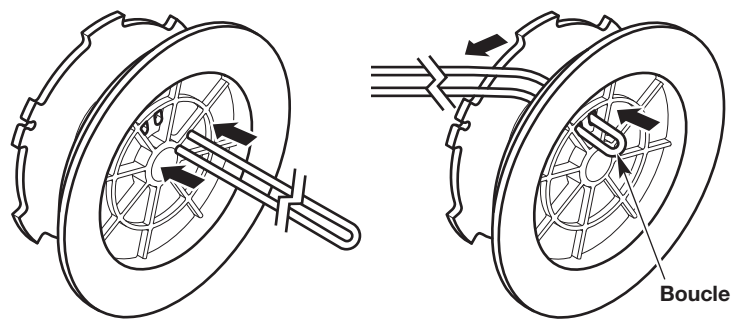

Fig. 29
2. Insérez les deux extrémités du fil de coupe à travers les deux ouvertures du moulinet intérieur (Fig. 29). Tirez le fil de coupe à travers le moulinet pour que la boucle soit aussi petite que possible (Fig. 29). Assurez-vous que les extrémités du fil de coupe sont d'égale longueur.